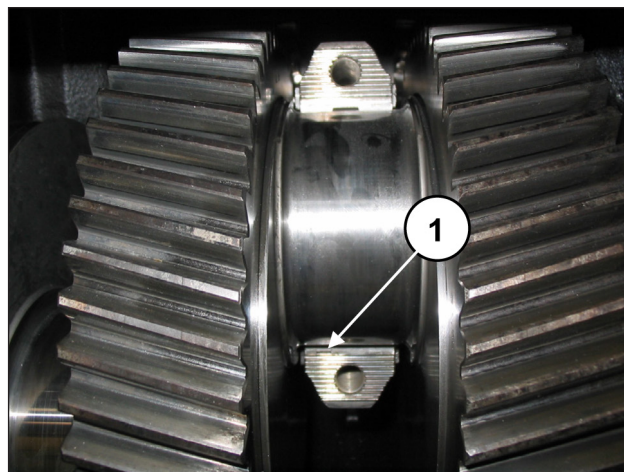

Fig. 82
Para montar correctamente los cojinetes, la lengüeta de referencia de los semicojinetes debe encajar en el alojamiento de la semibielas (pos. ①, Fig. 82).